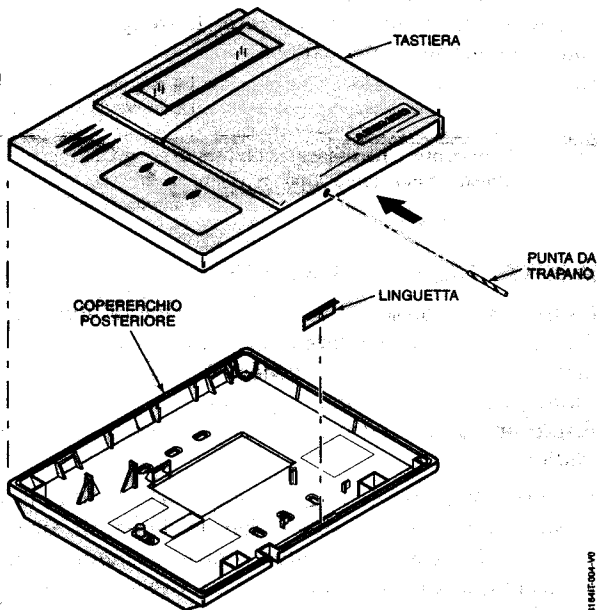

Figura 3. Installazione Plastica di Bloccaggio (se richiesta)
- Forare il foro per la vite di bloccaggio sul fondo della parte anteriore della tastiera. (vedi Figura 3)